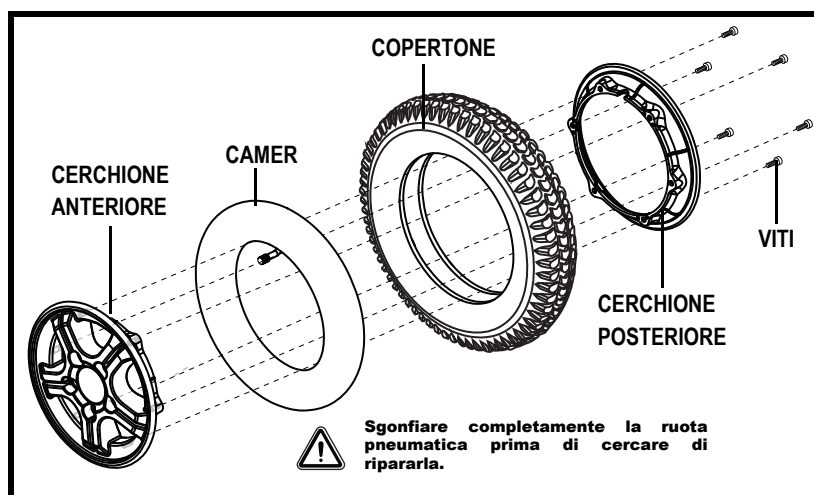

Figura 27. Ruota Motrice smontata della Quantum 6000Z
6. Rimuovere le viti che fissano le due metà del bordo insieme. **Vedere la figura 27.**
3. Rimuovere il pianale per i piedi stringendo le maniglie di rilascio (**vedere la figura 27**) e sollevando il supporto della piattaforma verso l'alto e allontanandolo dalla base elettrica.
7. Collegare il gruppo batteria alla batteria anteriore seguendo il diagramma di cablaggio corrispondente. **Vedere la figura 27.**